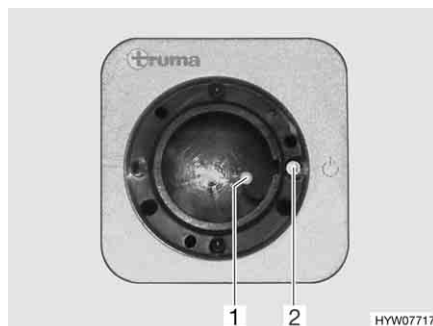
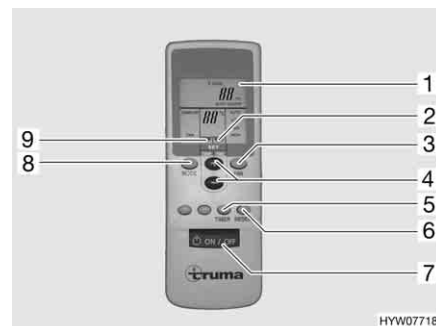

Fig. 125 Ricevitore
Fig. 126 Telecomando
- Accendere il telecomando con l'interruttore (Fig. 126,7). La spia verde di controllo (Fig. 125,1) indica la modalità di raffreddamento.
- Impostare la modalità di funzionamento desiderata con il tasto (Fig. 126,8).
- In caso di necessità, impostare con i tasti (Fig. 126,3 e 4) la potenza della ventola desiderata e la temperatura dell'ambiente. La freccia (Fig. 126,9) indica la modalità di regolazione selezionata.
- ▷ Sul ricevitore si trova un ulteriore interruttore a tasto (Fig. 125,2) con il quale è possibile spegnere e accendere l'impianto di climatizzazione anche senza il telecomando. Quando l'impianto di climatizzazione viene acceso mediante questo interruttore a tasto, viene selezionata automaticamente l'ultima modalità di funzionamento impostata con il telecomando.
- Per spegnere, premere nuovamente il tasto (Fig. 126,7) al telecomando.
- Per programmare l'impianto di climatizzazione, accendere con il tasto (Fig. 126,7) sul telecomando.
- Con i tasti (Fig. 126,8, 3 e 4), impostare la modalità di funzionamento e la temperatura dell'ambiente desiderate.
- Selezionare la funzione desiderata (Fig. 126,1) con il tasto (Fig. 126,5):
- Selezionare il tempo di commutazione desiderato (da 1 a 15 ore) con il tasto (Fig. 126,4). La freccia (Fig. 126,2) lampeggia e indica la modalità di regolazione.
- ▷ Con il tasto (Fig. 126,6) le impostazioni del telecomando vengono ripetutamente inviate al ricevitore.